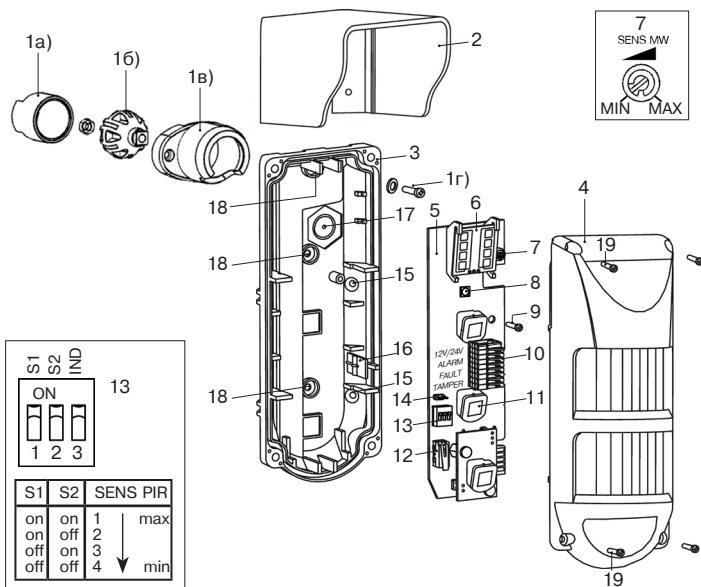

Рисунок 2 – Конструкция извещателя
5.1 Извещатель должен формировать извещение о тревоге при перемещении нарушителя в охраняемом объеме (рисунок 2).
6.1 Извещатель (рисунок 2) состоит из крышки (4) и основания (3) с установленной печатной платой (5). В комплект поставки входят кронштейн (1) и козырек (2) для защиты от осадков. Крышка (4) крепится к основанию (3) четырьмя винтами (19), для герметизации используются прокладки. Печатная плата (5) фиксируется на основании (3) защелкой (16) и винтом (9).